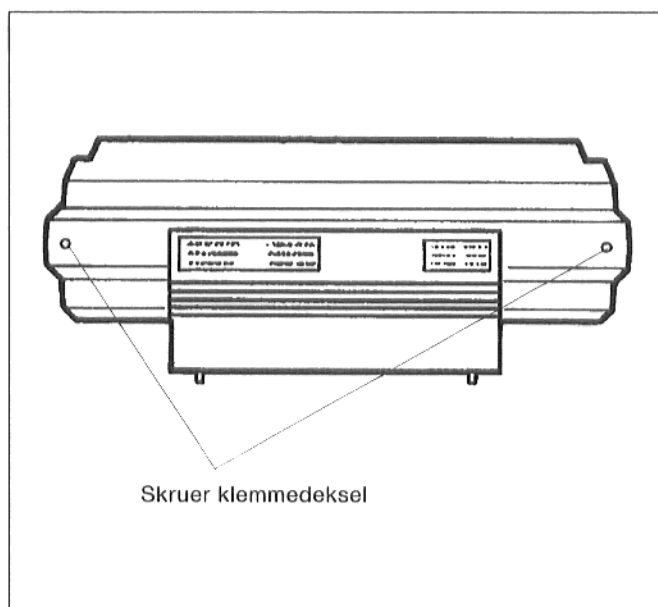

Fig. 2 : Kontrollpanel bakside
- Skru ut de to skruene til klemmedekselet. Ta av klemmedekselet (fig. 2).